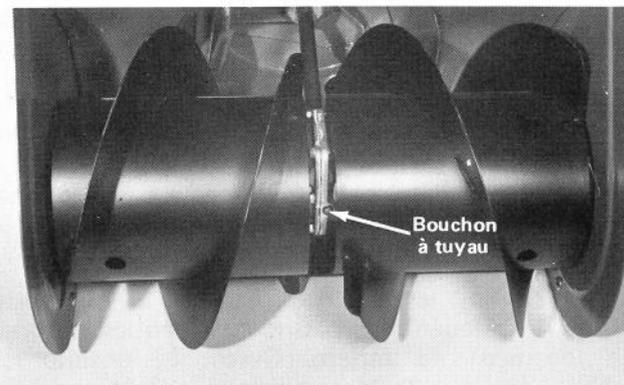

Figure 30
3. Nettoyez le tour du bouchon de vidange (Fig. 30) pour enlever toute saleté.
4. Placez le bac de vidange sous l'avant du carter d'engrenage de tarière et enlevez le bouchon à tuyau qui ferme ce carter (Fig. 30).
7. Reposez le bouchon à tuyau fermant le carter (Fig. 30).